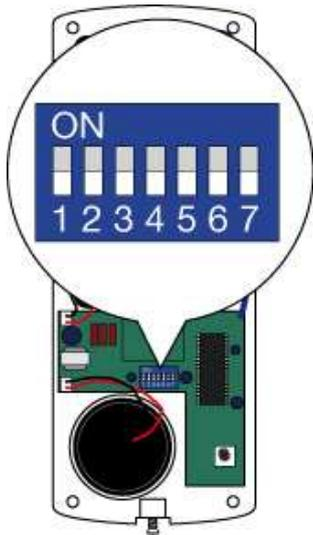

Figure 19
2. Configurer le DIP switch 1 des sirènes (figure 19 et 22) sur ON pour habiliter la modalité apprentissage. L'apprentissage de toutes les sirènes peut être effectué en une fois.